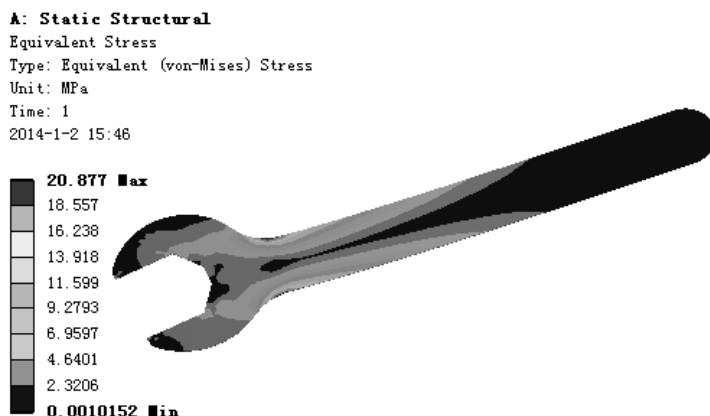

图 7.5.23 应力结果图解
(1) 求解分析。在顶部工具栏中单击 **Solve** 按钮求解分析。
(2) 查看应力结果图解。在“Outline”窗口中选中 **Equivalent Stress**，查看图 7.5.23 所示的